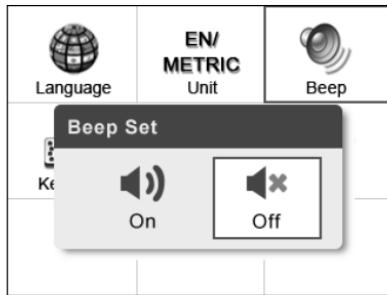

Figura 3.5
- 2) Desde el menú de **Configuración de Bip**, use el botón de desplazamiento **IZQUIERDO/DERECHO** para seleccionar **ENCENDIDO** o **APAGADO** para encender/apagar el bip. (Figura 3.5)